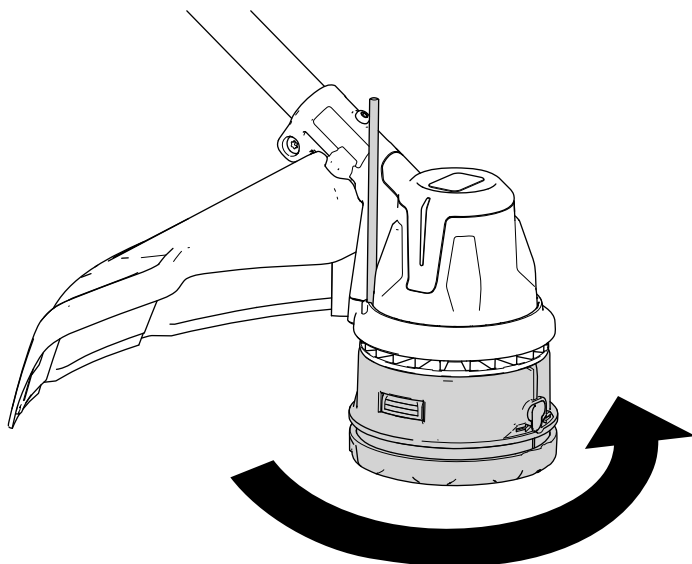

Figura 17
3. Con un utensile che fissa la testa del decespugliatore, ruotate la testa del decespugliatore in senso antiorario per rimuoverla dal perno della scatola degli ingranaggi filettato (Figura 17).